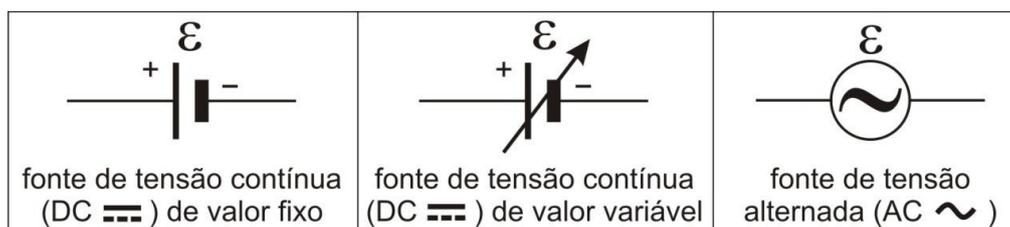

Figura 1: Símbolos para diferentes fontes
Em uma representação de um circuito elétrico são utilizados símbolos. A figura 1 mostra os símbolos utilizados para representar de três tipos de fontes de tensão em um circuito: fonte de tensão contínua fixa, em que o valor da tensão de saída possui um único valor, como as pilhas de 1,5 V ou as baterias de 9 V ou 12 V; fonte de tensão contínua variável, em que a tensão de saída da fonte pode variar entre 0 e um valor máximo, fonte de tensão alternada, cujo valor da tensão varia continuamente e ciclicamente entre um valor máximo positivo e um valor máximo negativo.
Note, na figura 1, que a fonte de tensão é geralmente designada pela letra grega  $\varepsilon$  (lê-se épsilon) e que o risco maior representa o polo positivo da fonte e o risco menor representa o polo negativo da fonte quando se trata de fontes de tensão contínua (DC), como a fonte variável descrita acima, as pilhas e baterias.